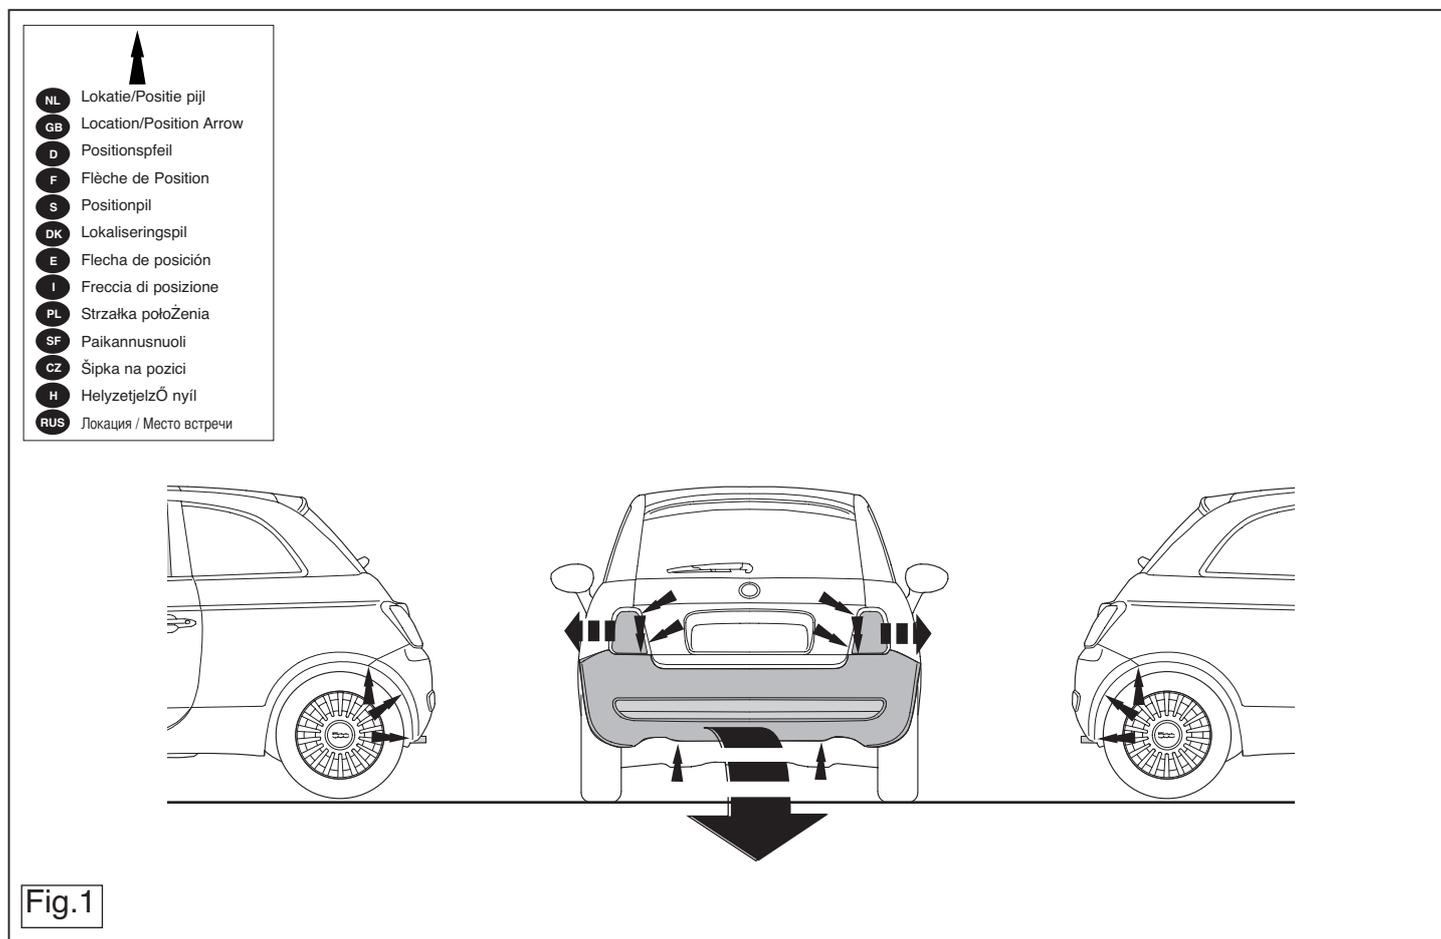

Fig.1
2. Demonter den bageste lydpotte og løsn varmeskjoldet. (Se fig. 1).
1. Снять бампер вместе со стальными буферными брусом автомобиля. (См. рисунок 1).
1. Zdemontować z pojazdu zderzak wraz ze stalową belką zderzakową. (Patrz rysunek 1).